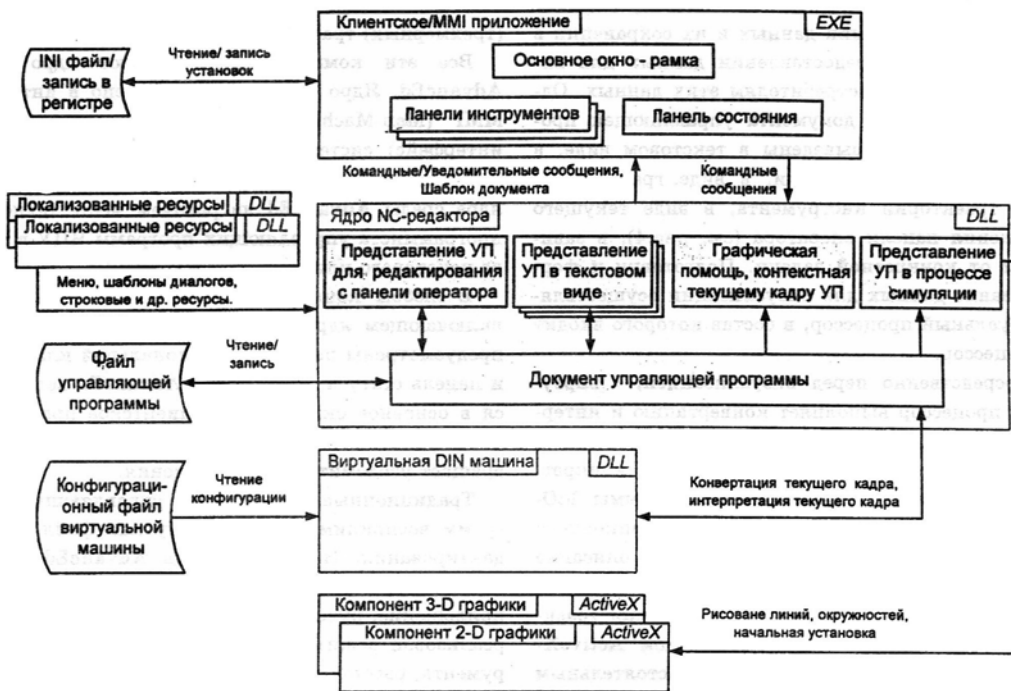

Рис. 3. Блочная структура среды AdvantEd
- Блочная структура среды **AdvancEd** как «многодокументного приложения» (терминология Microsoft) представлена на рис.3. Данные управ-